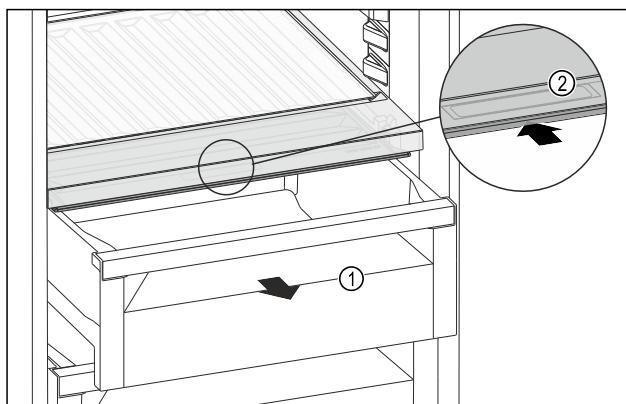

Fig. 129
- Schubfach Fig. 129 (1) herausziehen.
- Griffmulde Fig. 129 (2) am Fachdeckel anfassen und Fachdeckel gleichzeitig nach hinten schieben.